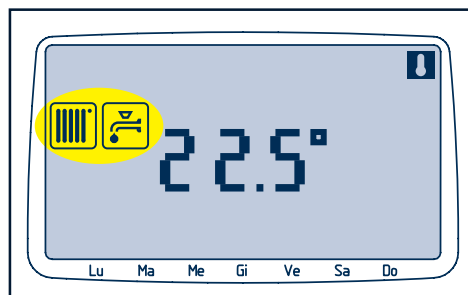

Fig. 4.6
- si accendono gli indicatori sanitario  e riscaldamento  (fig. 4.6)